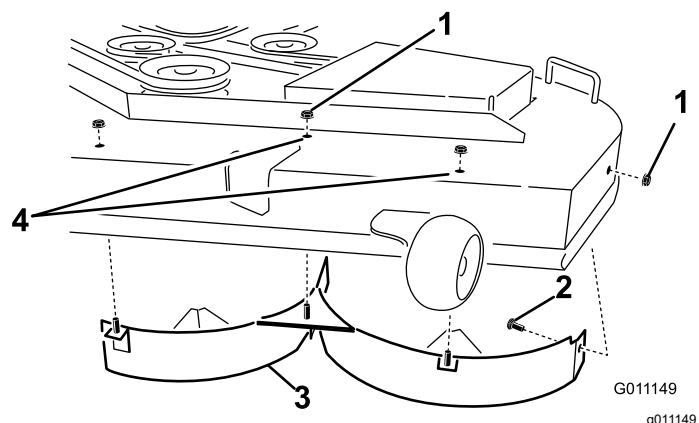

Figura 17
4. Îndepărtați cele 3 contrapiulițe (5/16") fixate pe suporturile sudate ale deflectorului stâng din partea superioară a punii mainii de tuns iarba, aflate în poziție centrală, la stânga de centru i în partea stângă (Figura 17).
5. Îndepărtați urubul de fixare i contrapiulița de pe peretele lateral al punii mainii de tuns iarba, care fixează deflectorul stâng pe punte (Figura 17).
6. Îndepărtați deflectorul stâng de pe puntea mainii de tuns iarba (Figura 17).
7. Localizați cele 2 boluri printre accesorii i folosiți contrapiulițele existente pentru a monta aceste elemente de fixare în orificiile indicate în Figura 17, pe puntea mainii de tuns iarba, pentru a împiedica proiectarea reziduurilor.